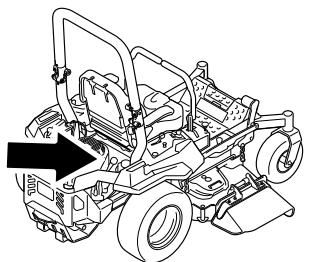

**Figure 51**
- Versez lentement environ 80 % de l'huile spécifiée dans le tube de remplissage, puis faites l'appoint lentement jusqu'à ce que le niveau atteigne le repère maximum (Full) (Figure 51).